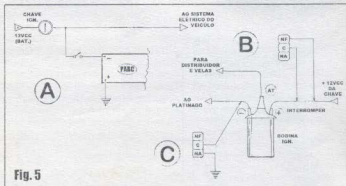

Fig. 5
- FIG. 5 - DETALHANDO A INSTALAÇÃO DO PARC... A instalação, como um todo, admite algumas
- **FIG. 5 - ACONDICIONAMENTO DO CIRCUITO** - A figura dá a nossa sugestão, simples e direta, para o *agasalhamento* do circuito num *container* padronizado, sendo mencionadas as medidas mínimas que permitem a fácil inserção e fixação da placa, do falantino, interruptor e LDR... Quanto a este último, notar que sua face sensora deve projetar-se para fora do tempo da caixa, através de um furo feito na posição e no diâmetro convenientes, ficando recoberto por uma pequena campânula translúcida ou leitosa (semi-transparente), que poderá ser facil-